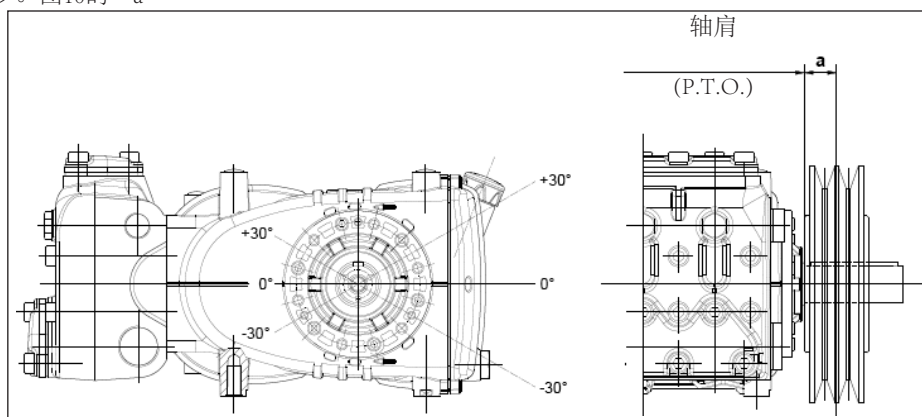

图10
如图10准直轴所示，只有该载荷作用在距离轴肩(P.T.O.)的一
- b) 使用高效能皮带 - 例如XPB而不是SPB - 同样的功率传递, 使用的皮带数量会相对少, 继而相对轴肩(P.T.O.)的距离也会减少。图10的“a”